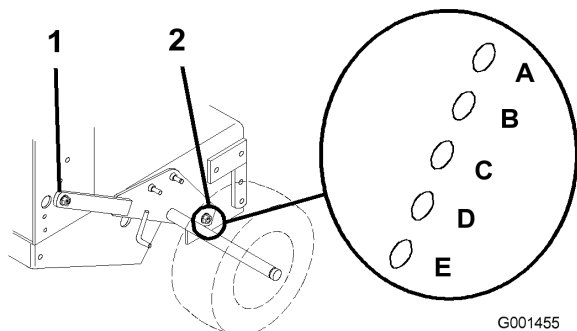

Figura 11
3. Afloje sin retirar los 2 pernos de pivote del eje y los 2 pernos de ajuste del eje (Figura 11).
4. Coloque un gato debajo del bastidor del motor, en el centro de la parte trasera. Eleve la parte trasera del bastidor del motor lo suficiente para poder retirar los 2 pernos delanteros de ajuste del eje (Figura 11).
5. Eleve o baje el bastidor del motor con el gato para poder instalar los 2 pernos de ajuste delanteros del eje en los taladros deseados (Figura 11).